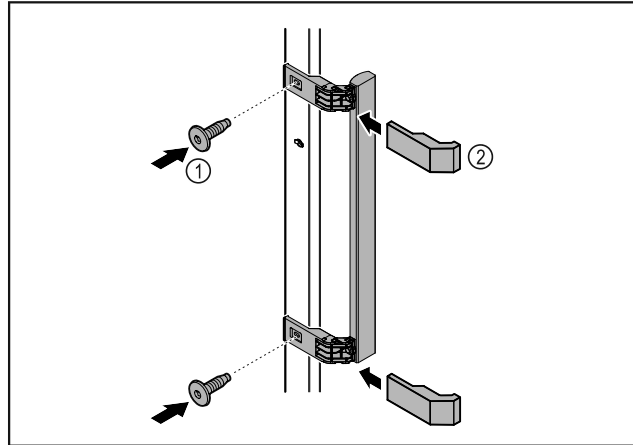

Fig. 7
- ▶ Madlo z příloženého příslušenství upevněte na dveře pomocí příložených šroubů Fig. 7 (1).
- ▶ Nasadte krytky Fig. 7 (2).